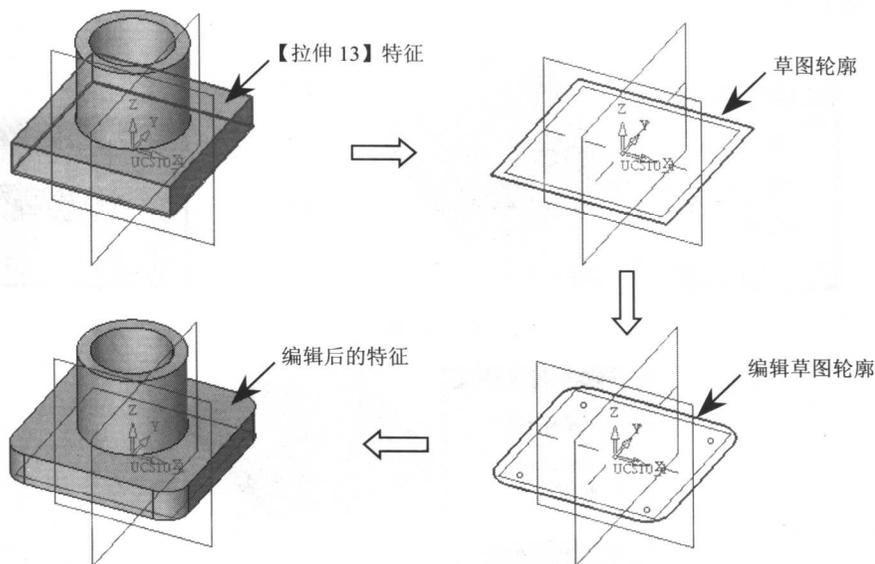

图 1-5 编辑草图轮廓
- **【编辑草图/组合曲线】**: 选择该选项表示重新编辑选定特征的草图或组合曲线，编辑后的结果会直接反映到该特征上。例如，在特征显示区域中选择【拉伸 13】特征，并在其右键菜单中选择【编辑草图/组合曲线】选项就进入了草图界面，然后编辑草图轮廓，编辑结束后退出，特征将会根据草图轮廓的形状而发生变化，如图 1-5 所示。